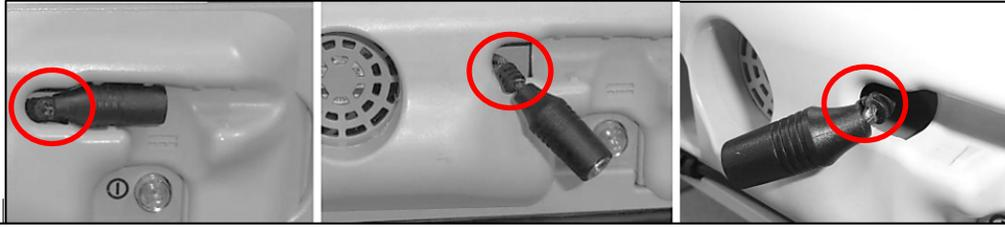

Figure 3. Exemples de connecteurs d'alimentation endommagés
- a. Inspectez le connecteur d'alimentation situé à l'arrière du système électronique du patient pour vérifier qu'il n'a subi aucun dommage. Jetez un coup d'œil aux exemples de câbles ou de cordons effilochés ou endommagés présentés à la Figure 3.